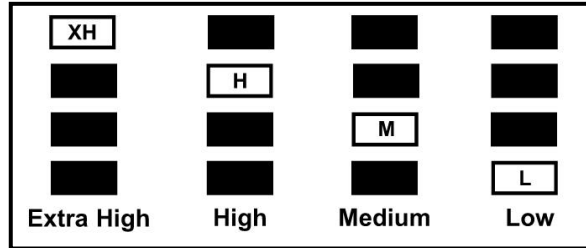

图 3：增益电平指示器
**增益电平指示器：**如图 3 所示，一个 4 格液晶显示器指示增益范围：L（低）、M（中）、H（高）和 XH（超高）。开机时，增益默认为 M（中）。每次按上箭头或下箭头按钮，增益电平指示器会相应改变。